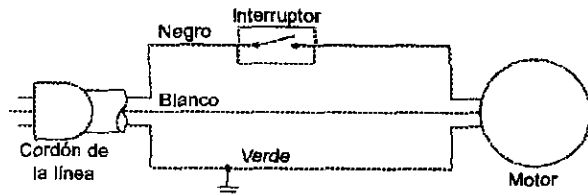

Figura 16 – Diagrama del Cableado
- A fin de protegerlo contra una descarga eléctrica, esta herramienta está equipada con un cable de tres conductores aprobado y clasificado para 150 V, así como con un enchufe de tres clavijas tipo conexión a tierra (Figura 16, página 32).
Los centros de lijado se ensamblan con motor y cableado instalado como parte integral de la herramienta. El esquema del cableado eléctrico se muestra en la Figura 16, página 32.
El motor y el cable se instalan tal como se muestra en el diagrama de cableado (véase la Figura 16, página 32.). El motor está ensamblado con un cable de 3 conductores aprobado, para usarse a 120 voltios.